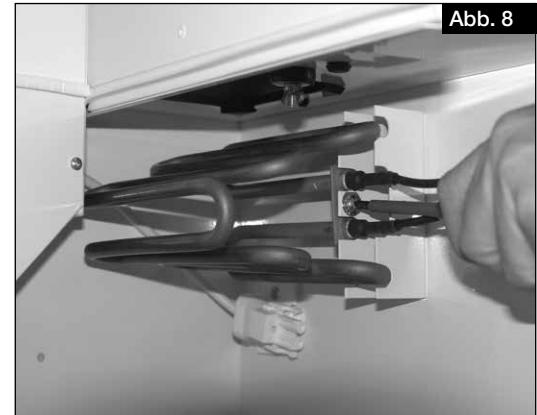

Abb. 8
3. Befestigungsschraube der Elektro-Vorheizung lösen (s. Abb. 8) und Elektro-Vorheizung entnehmen.